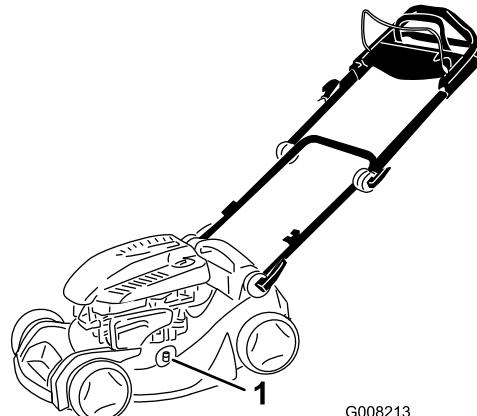

Figure 31
4. Branchez un tuyau d'arrosage, relié à une arrivée d'eau, au raccord de lavage du carter de la tondeuse (Figure 31).